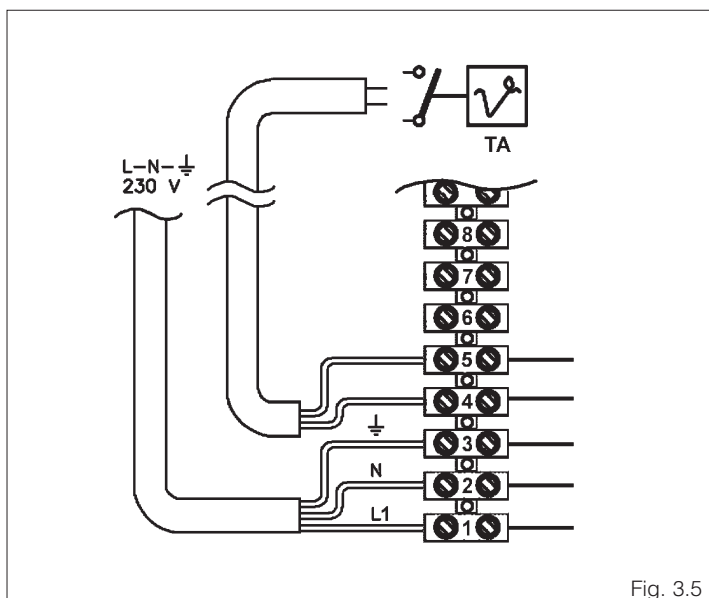

Fig. 3.5
- Conexión del termostato ambiente (TA) (fig. 3.5).
- Antes de iniciar esta fase, controlar que el grifo de vaciado de la caldera esté cerrado (fig. 3.5)